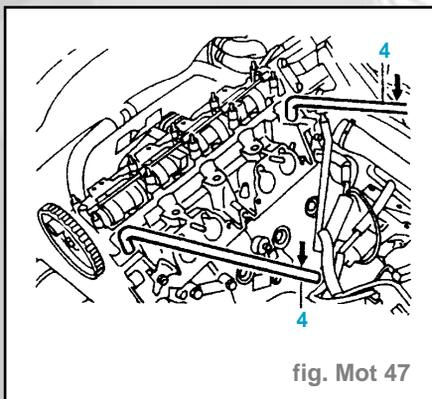

fig. Mot 47
- Basculer et décoller la culasse à l'aide des leviers [4] (fig. Mot. 47).